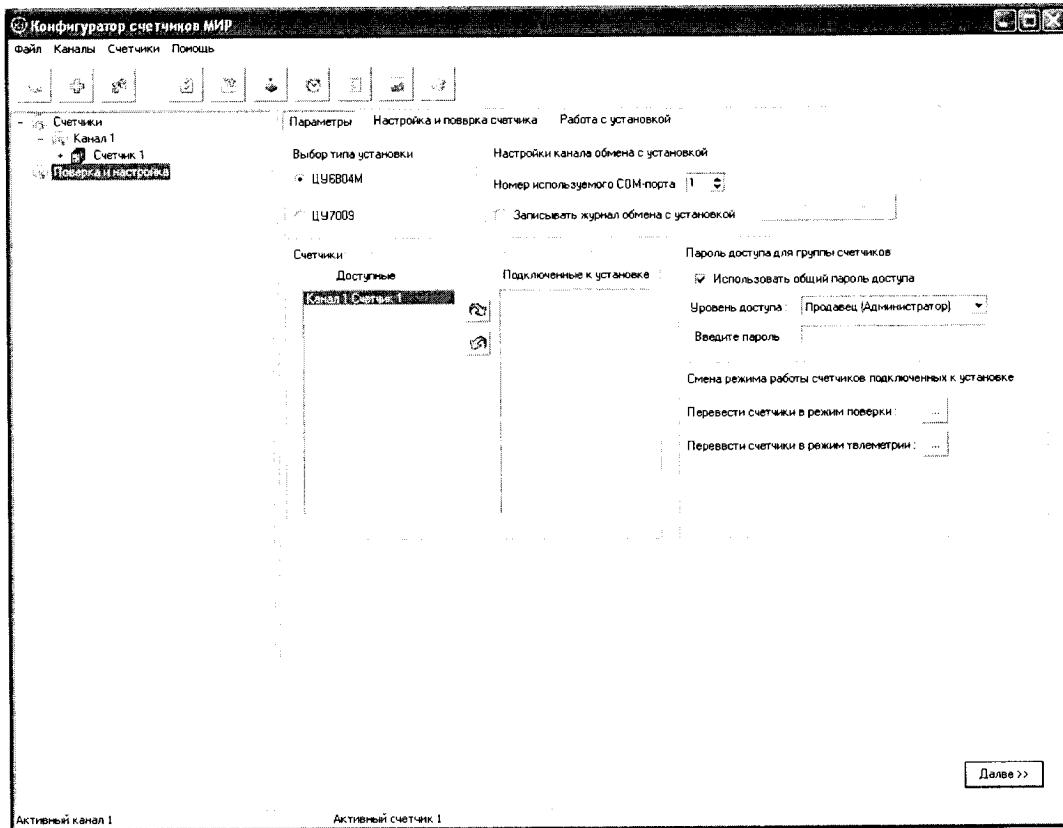

Рисунок 6.1
6.8.19 Выделить в дереве объектов программы КОНФИГУРАТОР объект *Проверка и настройка*, установить на вкладке *Параметры* поля *Выбор типа установки* семафор в положение ЦУ6804М (рисунок 6.1).
6.8.20 Указать, какие счетчики установлены в установочные места пульта (рисунок 6.1). Для этого на вкладке *Параметры* в поле *Счетчики* из списка *Доступные* перенести строки с описанием подключенного счетчика в список *Подключенные к установке* с помощью кнопки
6.9.3 Установить на вкладке *Параметры* поля *Выбор типа установки* семафор в положение ЦУ7009 (рисунок 6.1).
6.9.4 Указать, какие счетчики установлены в установочные места установки ЦУ7009. Для этого на вкладке *Параметры* (рисунок 6.1). В поле *Счетчики* из списка *Доступные* перенести строки с описанием подключенного счетчика в список *Подключенные к установке с помощью кнопки*.